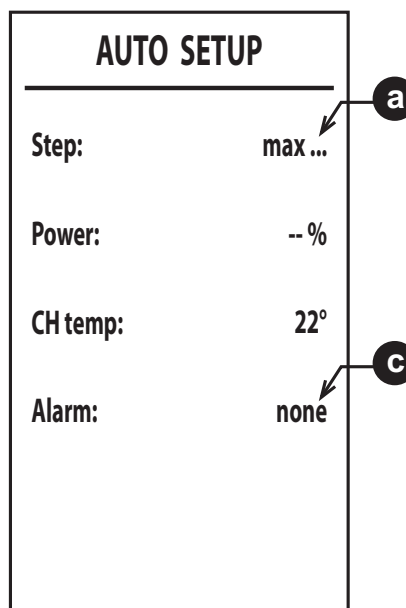

рис. 53
6. После розжига горелка переключается на нагрев с различной мощностью (макс., ср., мин.), как описано в пункте **а** (рис. 53).
8. Если последовательность розжига, описанная в пункте «6», не удалась, появится сообщение **max\_err** в пункте **а** и код ошибки в пункте **с** (рис. 53).